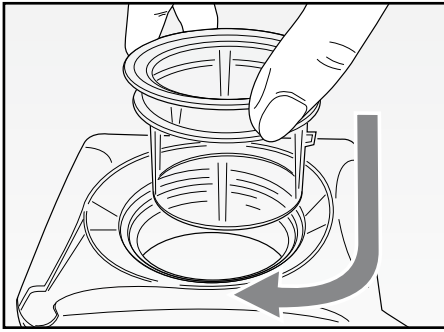

Fig. 4
- Chiudere il foro superiore del coperchio (B) inserendo l'apposito tappo (A) ruotandolo in senso orario (Fig. 4). Fare attenzione a inserire correttamente il coperchio (B) ed il tappo (A) per evitare fuoriuscite di cibo durante le fasi di lavorazione.
- Inserire la spina del cavo alimentazione in una presa di corrente elettrica. Il pannello funzioni (F) e la manopola selezione funzioni (G) si illumineranno. Il tasto accensione/spegnimento (L)